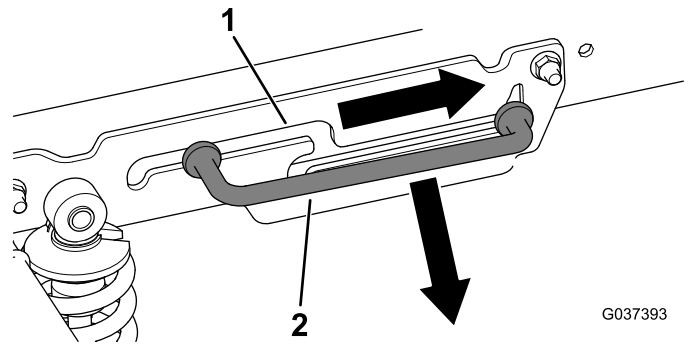

Figure 3
3. Faites glisser la béquille en avant hors de la fente de verrouillage et déposez-la (Figure 3)